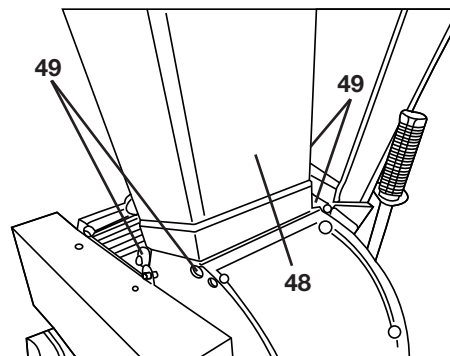

Bild 41
- Nehmen Sie den oberen Trichter (48) durch Lösen (nicht herausdrehen) der 4 Befestigungsschrauben (49) (42) (SW 15) ab (siehe „Bild 41“), beachten Sie, dass die Gewindestange (43) für den Sicherheitsschalter vorher nach oben herausgedreht werden muss.
- Setzen Sie nun den oberen Trichter (48) wieder auf den Schredder. Achten Sie darauf, dass die Gewindestange in die Halterung des Sicherheitsschalters kommt, ziehen Sie die 4 Befestigungsschrauben (49) (SW 15) wieder an (siehe „Bild 41“).
- Nehmen Sie den oberen Trichter (48) durch Lösen (nicht herausdrehen) der 4 Befestigungsschrauben (49) (SW 15) ab (siehe „Bild 41“), beachten Sie, dass die Gewindestange (52) für den Sicherheitsschalter vorher nach oben herausgedreht werden muss.
- Setzen Sie nun den oberen Trichter wieder auf den Schredder, achten Sie darauf, dass die Gewindestange in die Halterung des Sicherheitsschalters kommt. Ziehen Sie die 4 Befestigungsschrauben (SW 15) wieder an (siehe „Bild 41 und 45“, Seite 15).